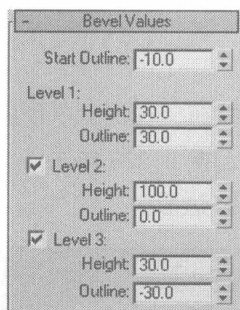
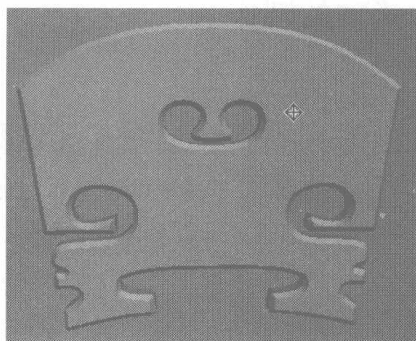

图 5.332
图 5.333
- 06 选择曲线模型，在 修改面板的下拉菜单中选择 **Bevel** 选项，给所选曲线添加一个 Bevel 命令，在 **Bevel Values** 卷展栏中设置如图 5.332 所示参数，模型显示如图 5.333 所示。至此，琴桥制作完成。